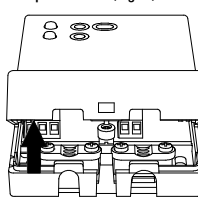

Fig. 3
- 3 Girar la tapa cables ejercitando una leve presión hasta extraerla completamente. (Fig. 3).
- 7 Posicionar la tapa de cables en la base y girarla hacia la base; empujar hacia el interno la lengüeta ubicada en la parte inferior de la base y ejercitar una presión que haga encajar la lengüeta plástica de fijación en el interno del orificio ubicado en el lado inferior de la tapa cables (Fig. 3)